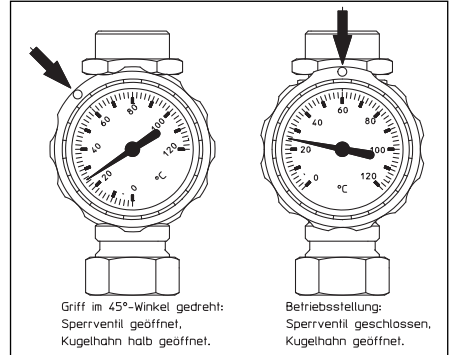

Abb. 30: Kugelhahn
1. Druckschlauch der „Regusol“ Spül- und Befüllstation (nicht im Lieferumfang) an Anschluss (1) anschließen.
2. Spülschlauch an Anschluss (7) anschließen.
3. Sperrventil im Kugelhahn (4) öffnen. Hierzu den Griff gegen den Uhrzeigersinn auf 45° stellen (siehe Abb. 30).
4. Kugelhahn (5) schließen. Hierzu den Griff gegen den Uhrzeigersinn auf 90° stellen.
5. KFE-Hahn (1) und Kugelhahn am Sperrventil (6) öffnen (Griff längs zur Leitung).
7. Durch kurzzeitiges, leichtes Öffnen des Kugelhahns (5) auf 45° die verbliebene Strecke luftfrei spülen.
8. Kugelhahn an der Sicherheitsgruppe (6) schließen (Griff quer zur Leitung).
10. KFE-Hahn (1) schließen (Griff quer zur Leitung).
11. Sperrventil im Kugelhahn (4) in Betriebsstellung bringen (siehe Abb. 30).
12. Kugelhahn (5) öffnen.